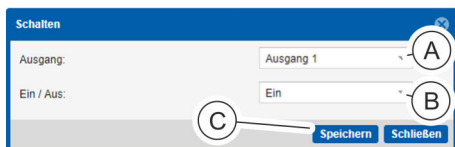

Abb. 119: Fenster „GPIO Output“
⇒ Es öffnet sich das Fenster „GPIO Output“ (Abb. 119).
2. ➤ Im Auswahlfeld „Ausgang“ (Abb. 119/Ⓐ) den gewünschten Ausgang auswählen.
3. ➤ Im Auswahlfeld „Kommando“ (Abb. 119/Ⓑ) die Einstellung „ON“ bzw. „OFF“ auswählen.
4. ➤ Einstellung über die Schaltfläche „Speichern“ (Abb. 119/Ⓒ) übernehmen.